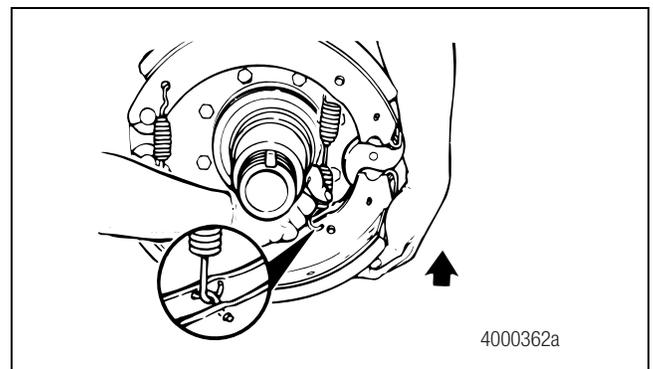

Figure 5.25
3. Faire pivoter le segment de frein inférieur vers l'avant. Installer le ressort de rappel décalé neuf de segment de frein en orientant le côté ouvert du crochet vers l'axe de came. Figure 5.25.